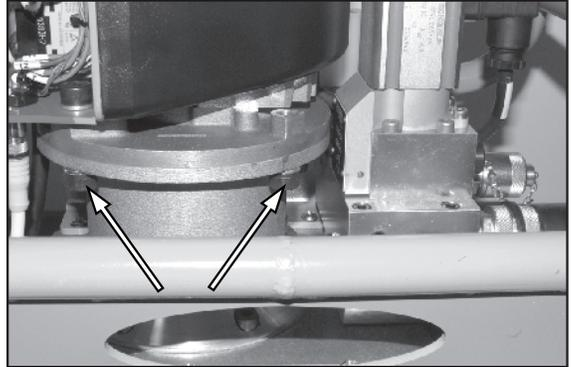

Figure 27.
4. Voir Figure 27. Retirez les quatre boulons du moteur. (deux de chaque côté).